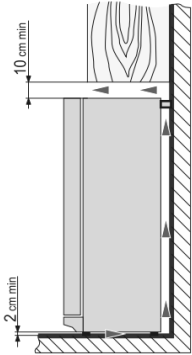

Fig. 2
- Conserver une marge minimale de 10 cm entre le bord supérieur de l'appareil et les objets se trouvant au-dessus de l'appareil (par ex. des placards). Dans le cas contraire, cela peut entraîner une consommation excessive d'énergie ou la surchauffe du compresseur. (fig. 2).